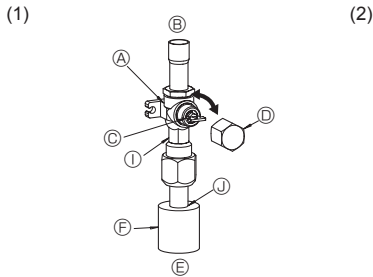

Fig. 4-5
#### (1) Γραμμή αερίου (Fig. 4-5)